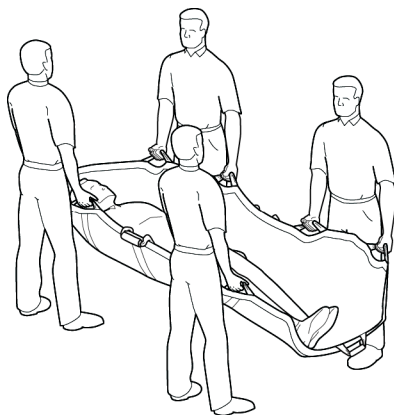

Figura 3
3. Usando le maniglie, sollevare e trasportare il paziente verso la barella (Figura 3). Il telo per trasferimento può essere gestito da un massimo di dodici operatori.